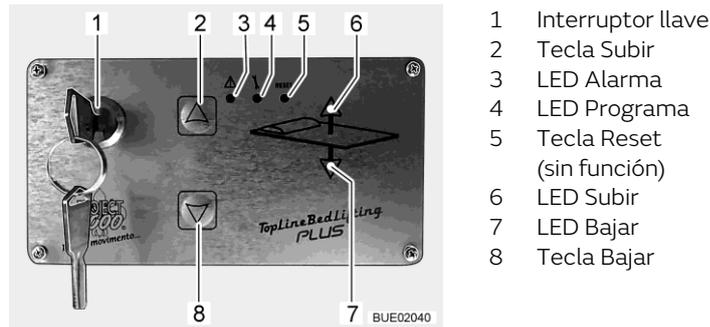

Fig. 134 Elemento de mando
Con las teclas (Fig. 134,2 y 8) en el elemento de mando (Fig. 134), se subirá o bajará la cama elevada. Con el interruptor llave (Fig. 134,1), se bloqueará el elemento de mando contra su utilización no autorizada.
- Introducir la llave en el interruptor llave (Fig. 134,1) y girar 90° en sentido de las agujas del reloj. El elemento de mando (Fig. 134) está activado. Esperar hasta que ambas luces de control (Fig. 134,6 y 7) estén encendidas de color verde.
- Pulsar la tecla de flecha (Fig. 134,8) y mantenerla pulsada hasta que la cama alcance la siguiente posición inferior programada. Durante el movimiento de la cama estará iluminada la luz de control verde (Fig. 134,7).
- En caso necesario, volver a pulsar la tecla de flecha (Fig. 134,8) para alcanzar la siguiente posición.
▷ Para prevenir un manejo incorrecto involuntario, se podrá retirar la llave del interruptor llave (Fig. 134,1). Para ello, se tendrá que girar la llave de retorno en sentido contrario a las agujas del reloj.
- Introducir la llave en el interruptor llave (Fig. 134,1) y girar 90° en sentido de las agujas del reloj. El elemento de mando (Fig. 134) está activado. Ambas luces de control (Fig. 134,6 y 7) están iluminadas de color verde.
- Pulsar la tecla de flecha (Fig. 134,2) y mantenerla pulsada hasta que la cama alcance la siguiente posición superior programada. Durante el movimiento de la cama estará iluminada la luz de control verde (Fig. 134,6).
- En caso necesario, volver a pulsar la tecla de flecha (Fig. 134,2) para alcanzar la siguiente posición.
- ▷ Para prevenir un manejo incorrecto involuntario, se podrá retirar la llave del interruptor llave (Fig. 134,1). Para ello, se tendrá que girar la llave de retorno en sentido contrario a las agujas del reloj.